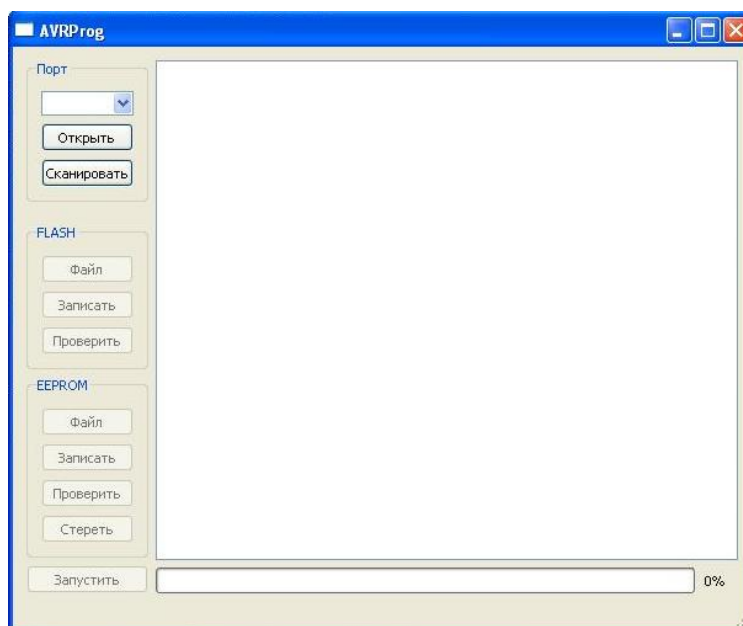

Рис.1
1. Запустите программу “**mprog2.exe**”. Откроется окно программы (рис.1).